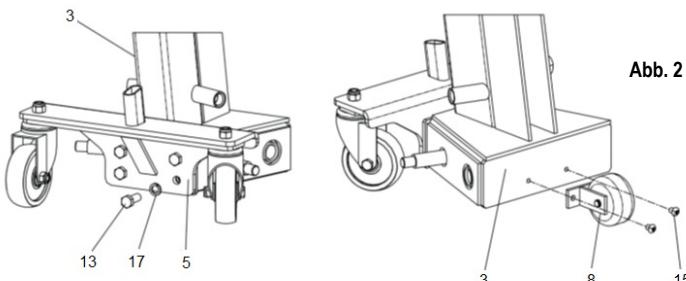

Abb. 2
1. Verwenden Sie die Schraube (13 - Abb. 2) und den Federring (17 - Abb. 2), um die hintere Räder (5 - Abb. 2) an den Rahmen (3 - Abb. 2) anzuschließen. Mittels der Schraube (15 - Abb. 2) befestigen Sie die Teile des Hilfsrades (8 - Abb. 2) am Rahmen (3 - Abb. 2) und blockieren Sie die Schrauben.